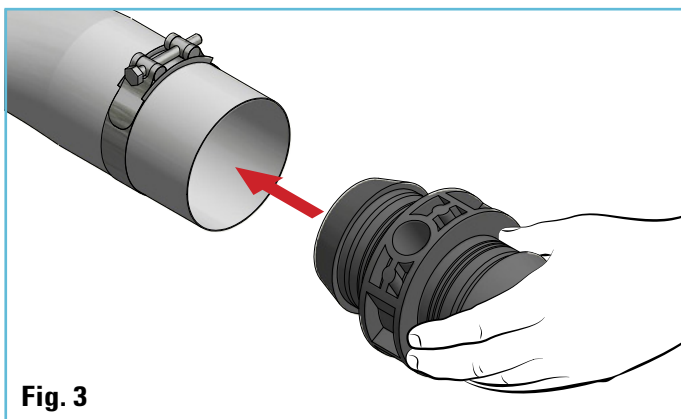

Fig. 3
5. Asegúrese de que **no haya espacio** entre la abrazadera metálica y el hombro del conector (**Fig. 3, 3a y 3b**).